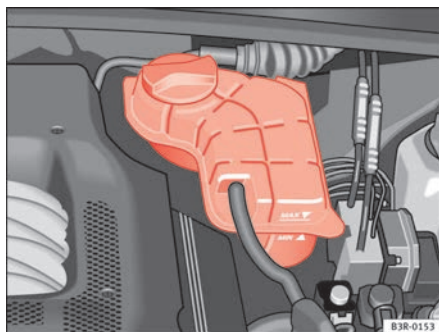

Fig. 167 Compartimento del motor: Depósito del líquido refrigerante
- Verifique el nivel del líquido refrigerante en el depósito de expansión del líquido refrigerante ⇒ **fig. 167**. Estando el motor frío, el nivel debe estar entre las marcas “min” y “max”. Con el motor caliente, el nivel también puede estar un poco por encima de la marca “max”.
- Ponga un paño sobre el tapón del depósito de expansión del líquido refrigerante ⇒ **fig. 167** y desenrosquelo **con cuidado** girando hacia la izquierda ⇒ .